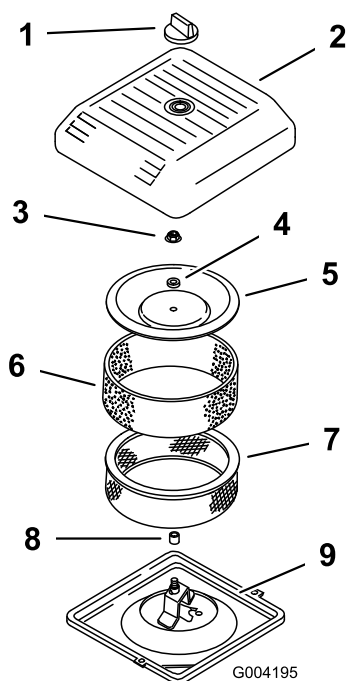

Figura 15
2. Desenrosque el pomo y retire la cubierta del limpiador de aire (Figura 15).
3. Deslice cuidadosamente el prefiltro de gomaespuma para separarlo del elemento de papel (Figura 15).
4. Desenrosque la tuerca de la tapa y retire la tapa, el espaciador y el filtro de papel (Figura 15).
2. Coloque el conjunto del limpiador de aire sobre su base (Figura 15).
3. Instale la tapa y el espaciador y fíjelos con la tuerca de la tapa (Figura 15). Apriete la tuerca a 95 pulgadas-libra (10,7 Nm).
4. Instale la tapa del limpiador de aire y sujétela con el pomo (Figura 15).